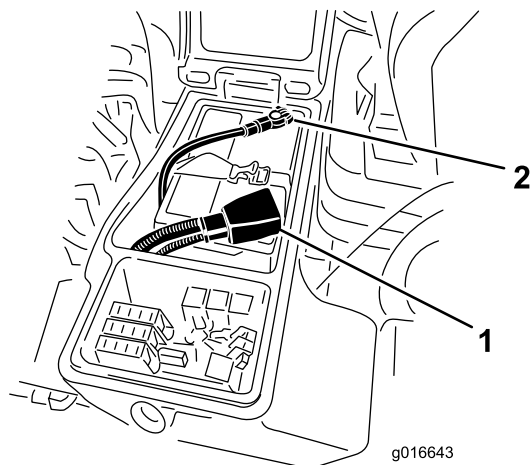

Figure 76
3. Débranchez le câble négatif de la batterie (Figure 76).